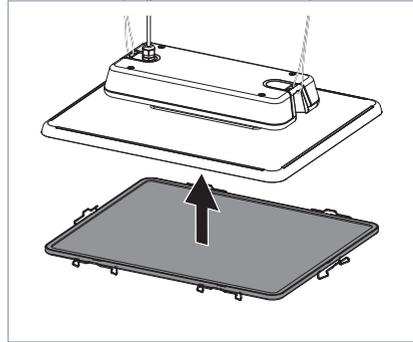

Fig. 13: Suojalevyn asemointi.
- ▶ Aseta suojalevy alakautta valaisimeen, katso Fig. 13.